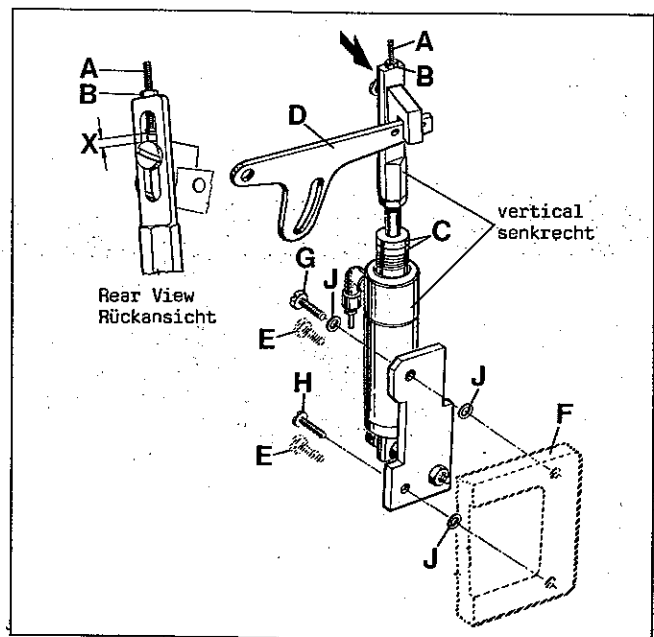

Fig.35
Assemble the pneumatic presser foot lifter, supplied with the sewing table, to the sewing machine (see Fig. 35). For this remove two hex. head screws (E) from the support bracket (F) for the thread trimmer drive. Mount the presser foot lifter with the two screws (G and H, Fig. 35) and three washers (J) so that the air cylinder with strap is vertical (standard setting). Complete the tube connections.
With adjusting screw (A, Fig. 35) the presser foot lifting can be changed. Loosen lock nut (B) and turn adjusting screw (A) down to increase the presser foot lifting or up to decrease it. Retighten lock nut (B). Removal of one or both stop rings (C) is required when presser foot lifting exceeds 2 mm (5/64 in.).
The end play (X, Fig. 35) of presser foot lifter lever (D) should be at least 1 mm (3/64 in.) before the presser foot starts lifting:
Bauen Sie den mit dem Näh Tisch gelieferten pneumatischen Drückerfußlifter an die Nähmaschine (siehe Fig. 35). Dazu müssen zwei Sechskantschrauben (E) aus dem Lagerbock (F) für den Fadenabschneider-Antrieb entfernt werden.
Montieren Sie den Drückerfußlifter mit den zwei Schrauben (G und H, Fig. 35) und den drei Scheiben (J) so, daß der Luftzylinder mit Lasche senkrecht steht (Standardeinstellung). Stellen Sie die Schlauchverbindungen her.
Mit der Einstellschraube (A, Fig. 35) kann das Anheben des Drückerfußes verändert werden. Lösen Sie die Feststellschraube (B) und drehen Sie die Einstellschraube (A) nach unten um das Anheben des Drückerfußes zu vergrößern oder nach oben, um es zu verkleinern. Ziehen Sie die Feststellschraube (B) wieder an. Der Ausbau eines oder beider Anschlagringe (C) ist erforderlich, wenn der Drückerfuß mehr als 2 mm angehoben wird. Das Spiel (X, Fig. 35) des Drückerfußlifterhebels (D) muß mindestens 1 mm betragen bevor der Drückerfuß anzuheben beginnt.